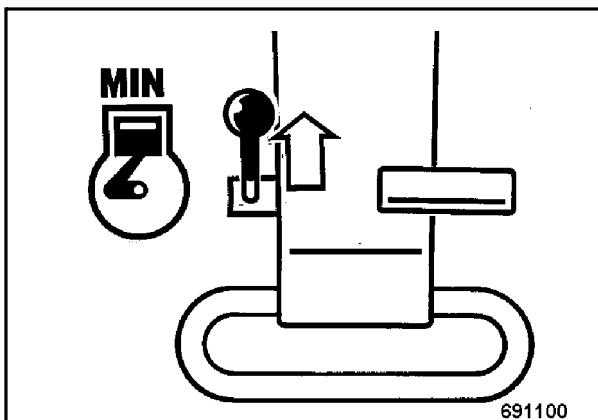

Fig. 5
- Colocar la palanca reguladora de revoluciones (Fig. 5) atrás en posición "MIN" (ralentí).